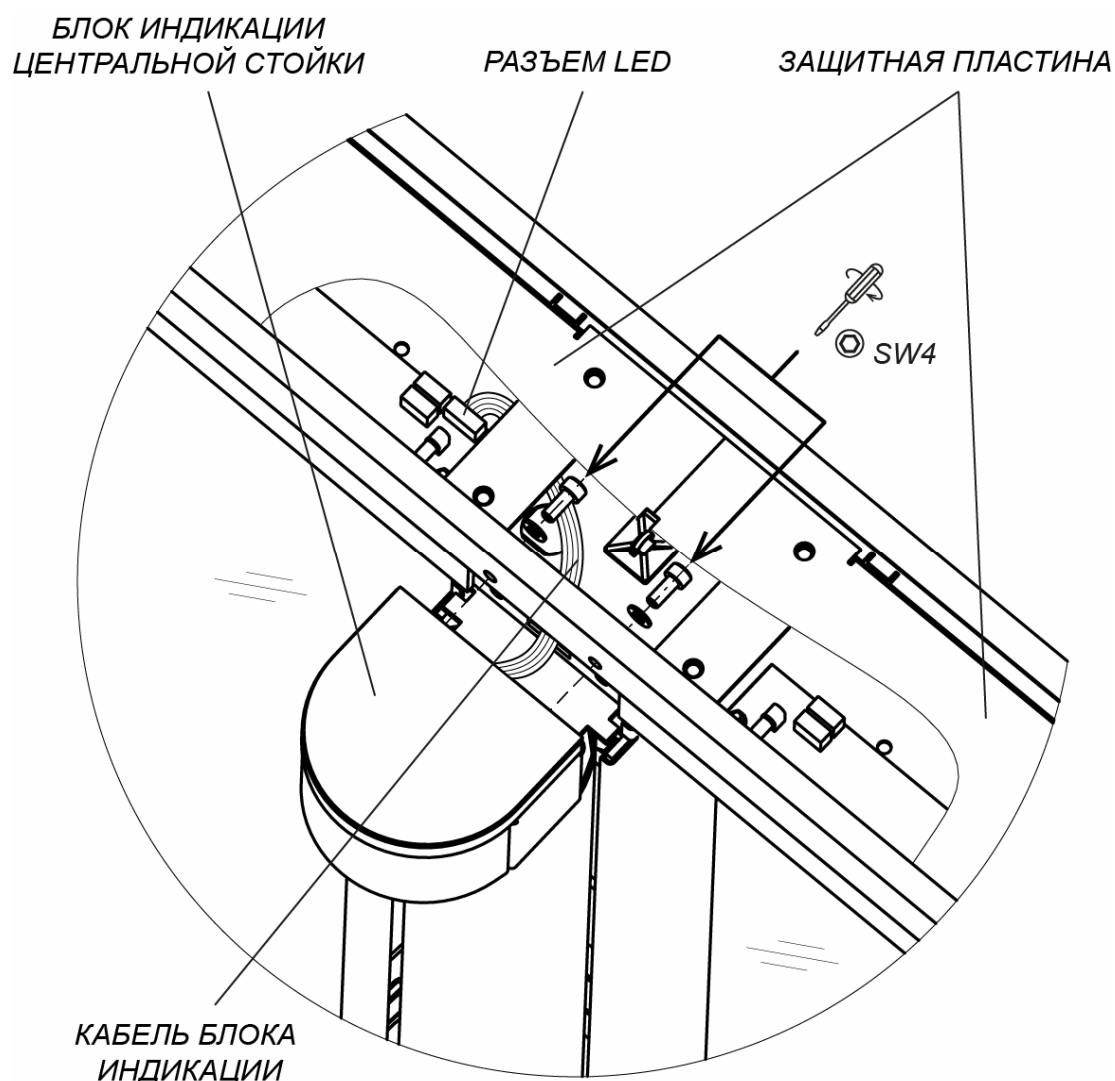

Рисунок 21. Монтаж блока индикации центральной стойки
Для установки блока индикации центральной стойки (3) (см. рис. 21):
3. Установите блок индикации на площадку, расположенную над поворотной опорой створки, и при помощи шестигранного ключа SW4 зафиксируйте его на верхнем коробе стойки (12), используя два винта M5×12 с шайбами из комплекта поставки.
Снятие блока индикации центральной стойки производится в обратном порядке. Перед этим необходимо демонтировать с секции турникета крышку стеклянную (10) (см. разд. 8.9.6, рис. 21, 22).